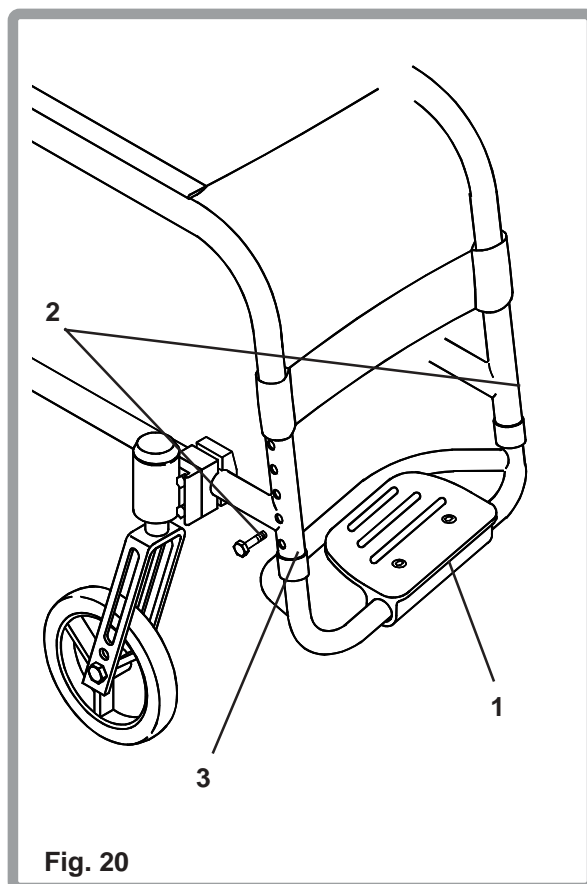

Fig. 20
Pour régler la hauteur (Fig. 20) du repose-pieds fixe (1) retirer les deux vis cruciformes n° 2 (2) des deux côtés du cadre avant (3), placer le repose-pied comme voulu, mettre les vis cruciformes dans les bons trous et resserrer. Serrer jusqu'à 5Nm.